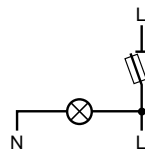

Fig. 1. Unipolaire.
■ **unipolaire** (fig. 1) : les voyants sont allumés en permanence et s'éteignent en cas de fusion ou d'absence de cartouche fusible